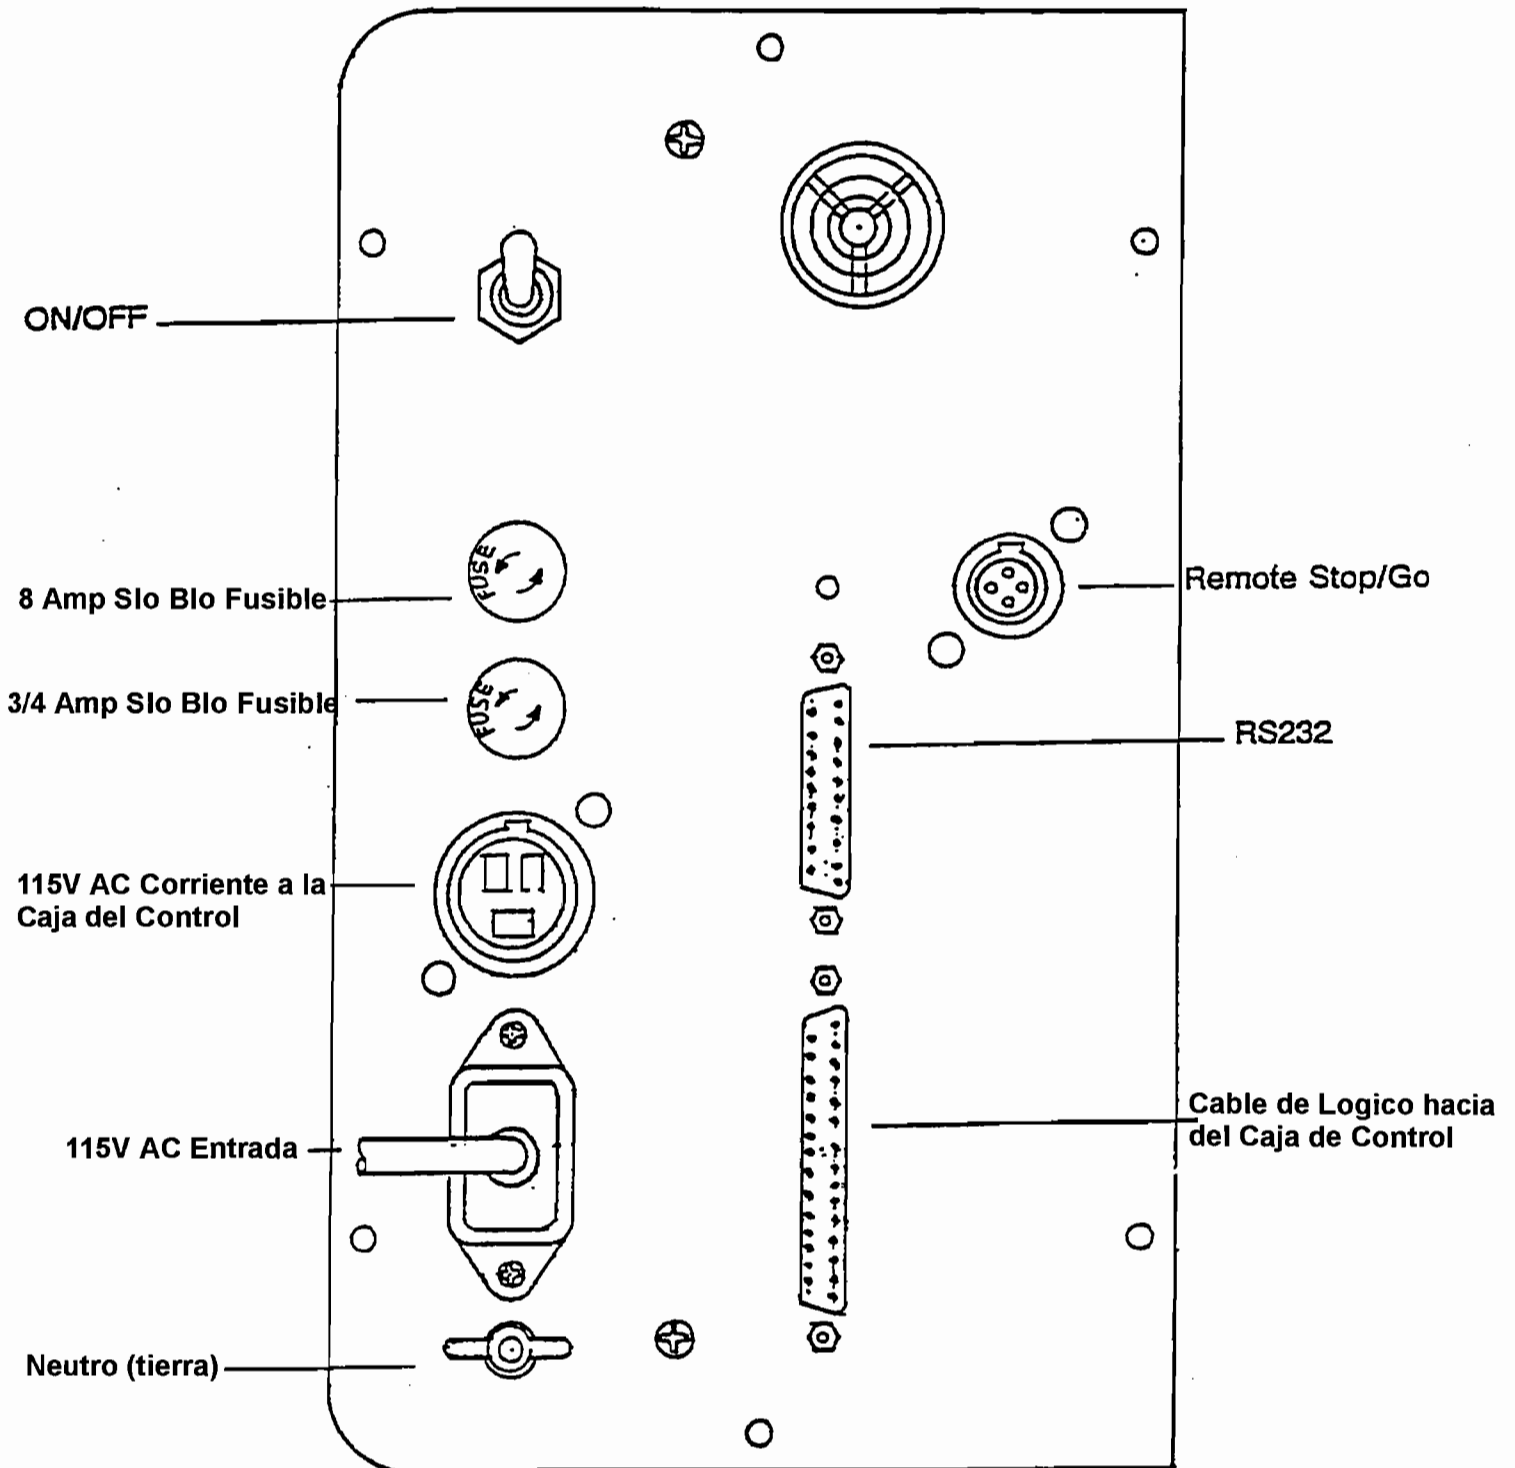

Figura 2
2.4 Caja del Control Parte Trasera (*Figura 2*)
En la Figura 2 se puede ver la ubicación de los fusibles, interruptores, y conectores de la Caja del Control.